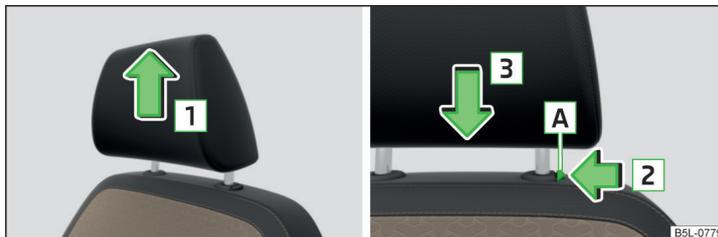

Fig. 67 Ajustar la altura del reposacabezas
- Tome el reposacabezas y desplazarlo **hacia arriba** en sentido de la flecha **1** » fig. 67.